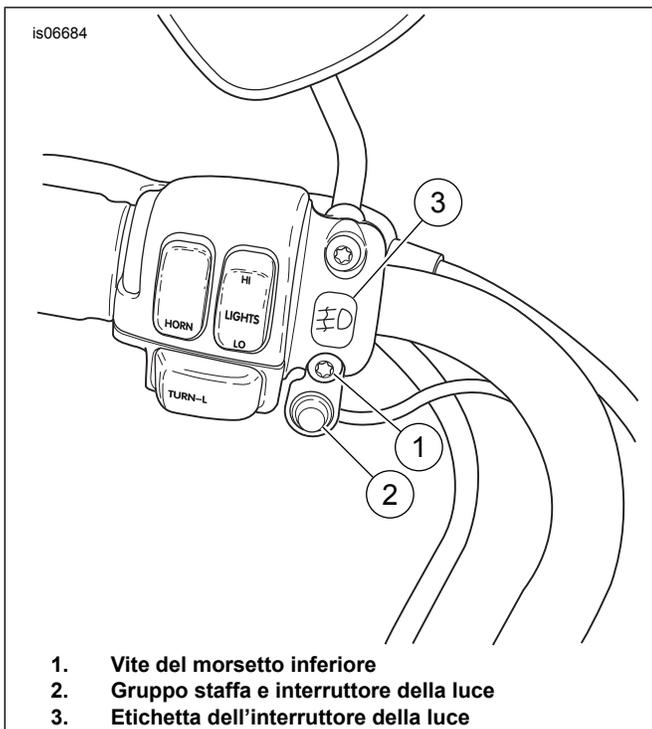

Figura 6. Installazione dell'interruttore della luce (modelli 1996 e anni successivi)
16. Vedere Figura 6. Rimuovere la vite (1) e la rondella inferiori dal morsetto del comando della frizione ed installare l'interruttore della luce e la staffa (2). Installare la vite e la rondella e serrarle ad una coppia di 7-9 N-m (60-80 in-lbs). **Per le applicazioni internazionali:** Posizionare l'etichetta dell'interruttore delle luci fendinebbia (3) sul morsetto del comando della frizione.